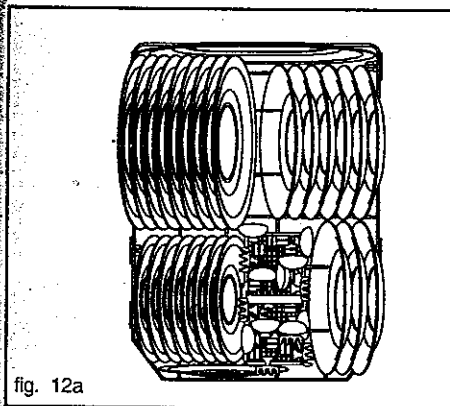

fig. 12a
2 Introducir el detergente en el contenedor. En caso de que se seleccione el programa super/intensivo (disponible sólo en algunos modelos), además de la dosis introducida en el distribuidor, habrá que introducir una cantidad adicional, llenando la cavidad "G" o "H" (fig. 12a-12b).
2. Colocar la vajilla: platos planos, platos hondos, platos de postre, ollas y sartenes (fig.12a-12b).